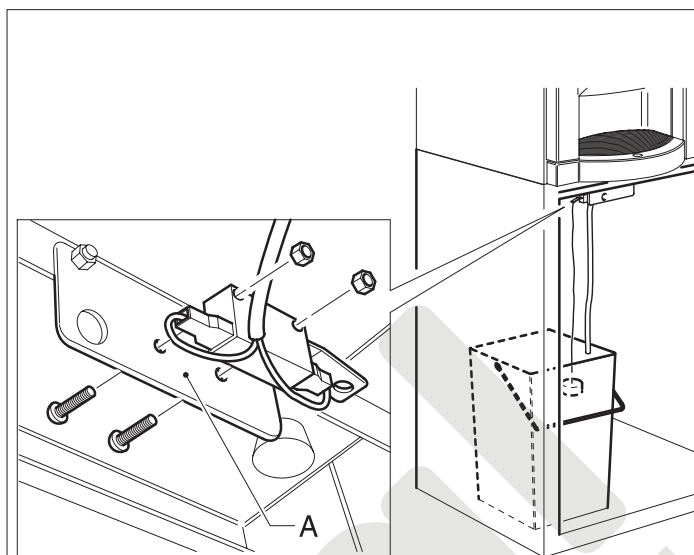
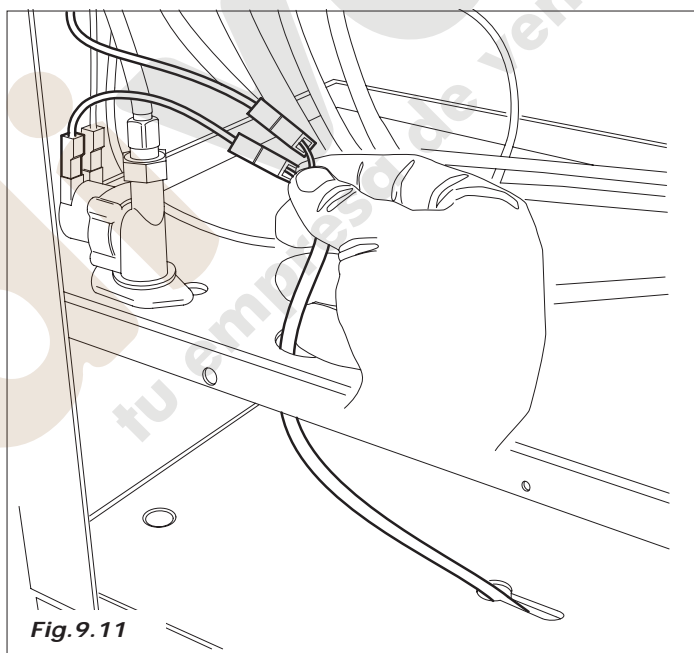

Fig.9.10
Fig.9.11
- Si el distribuidor está conectado a la red hídrica, montar el microinterruptor en la escuadra indicada (*Fig. 9.10 - pos.A*), conectarlo en serie con el cableado suministrado a la electroválvula de entrada de agua (*Fig. 9.11*).